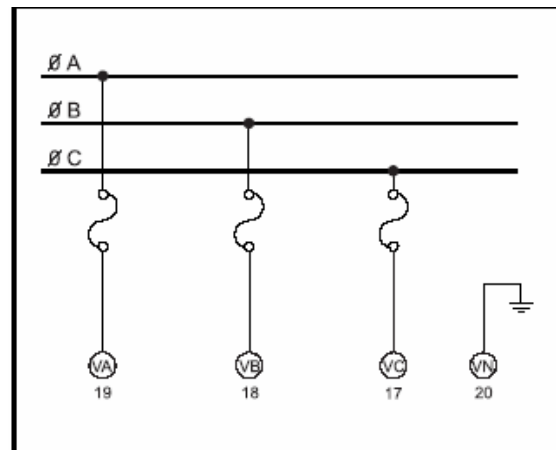

FIGURA 3.2. Conexión directa.
No se requiere de los transformadores de potencia (PT) para sistemas de voltaje hasta 600 Vac línea a línea. Conecte las entradas de voltaje como se muestra en la figura 3.2 y 3.3.